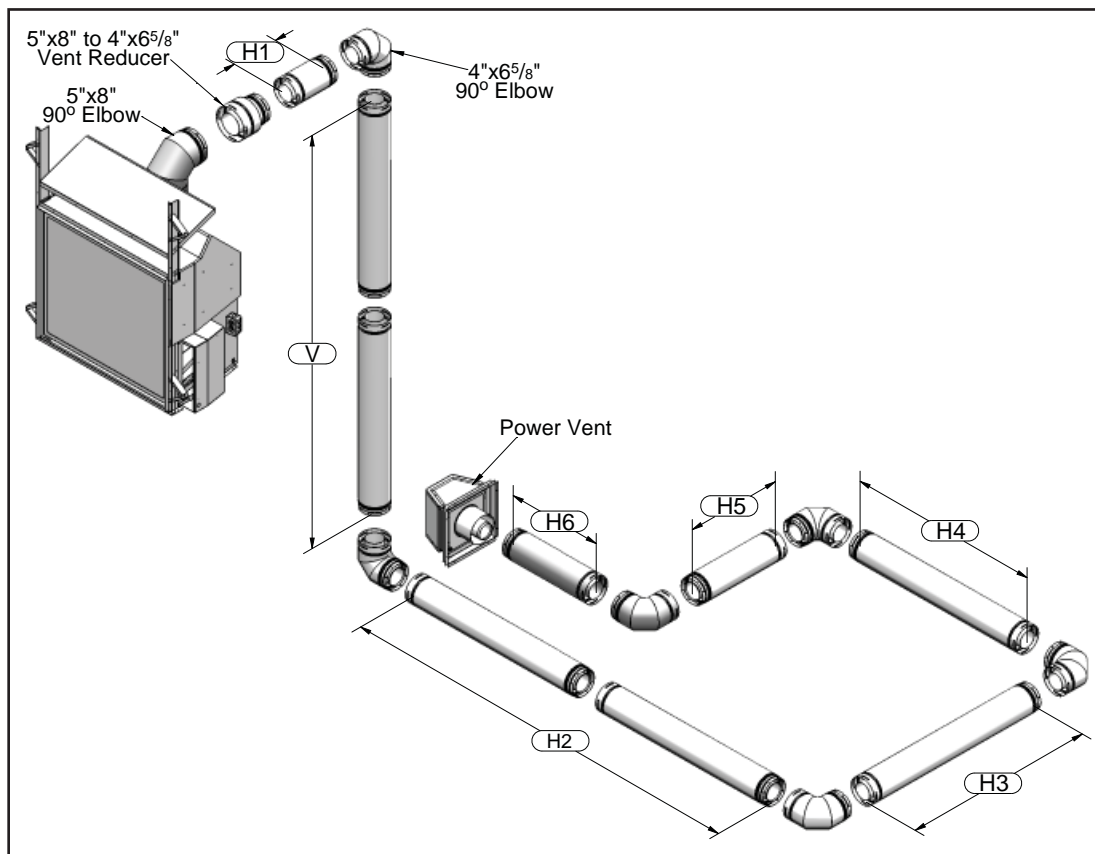
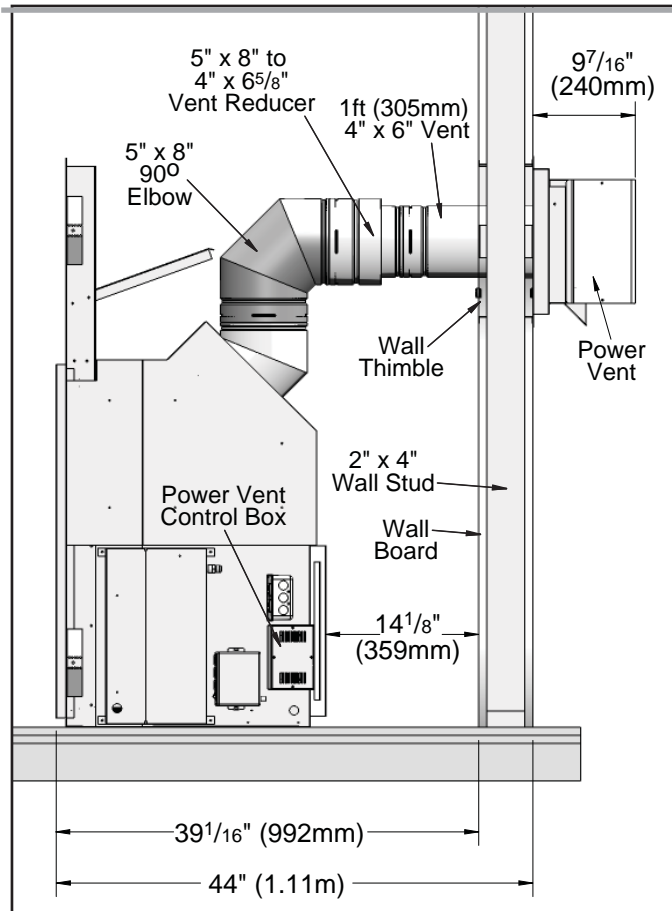

Figure 2: Installation en dessous de l'étage avec le nombre manimum de coudes.
Figure 3: Dimensions globales typique avec un évent horizontal minimum installé.
- La distance d'évent maximum est de 100 pieds (30.5m) ($H_1 + V + H_2 + H_3 + H_4 + H_5 + H_6$), référez-vous à la figure 2.
- L'installation maximum sous l'étage est de 8 pieds (2.4m) (V).
- Voir la figure 3 pour les dimensions "overall" typique avec une installation d'évent minimum.
3. En utilisant les dimensions aux figures 3 et 4, cadrez une ouverture pour une coupe-feu de 14 1/2" x 14 1/2" (368mm x 368mm).